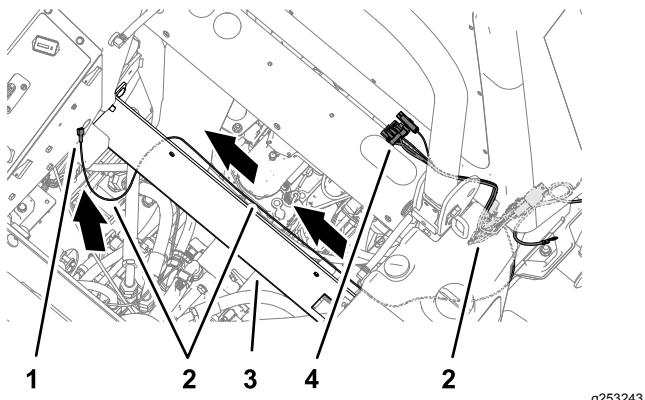

Bild 8
2. Verlegen Sie den Stromkabelbaumzweig mit dem Flachsteckeranschluss entlang des Querkanals und zur Abdeckplatte für die Armaturenbrettabdeckung (Bild 8).